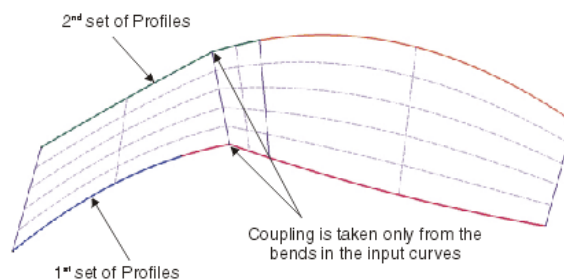

Figura 2.113 Ejemplo con Bends.
- **Bends:** el cálculo del acoplamiento se define por el número de curvas (celdas y segmentos) que definen los perfiles y guías (Figura 2.113).